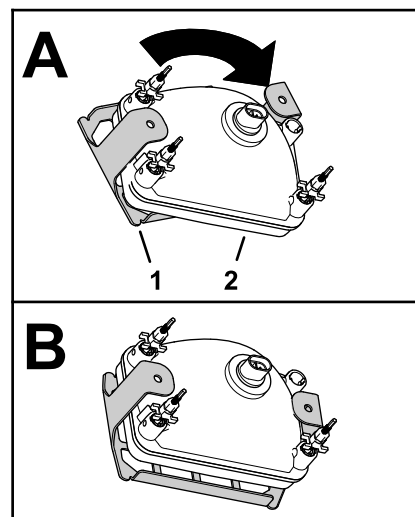

Bild 45
4. Montieren Sie die Scheinwerfer-Schutzvorrichtungen an den Scheinwerfern, wie in Bild 45 abgebildet.
7. Befestigen Sie die Scheinwerfer-Schutzvorrichtung mit den vier Bundbolzen (5/16" x 5/8") an den Befestigungshalterungen des Scheinwerfers (Bild 45).